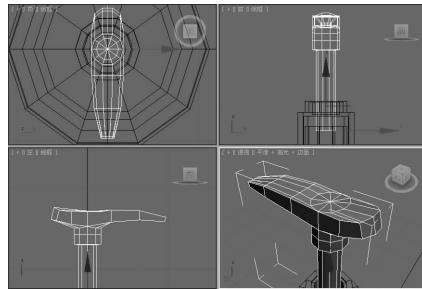

图 5-104 调整按压器顶点的位置▲
(11) 单击“挤出”按钮右边的 \square 按钮，在弹出的对话框中设置“挤出高度”为2，单击“确定”按钮，调整顶点的位置，效果如图 5-104 所示。